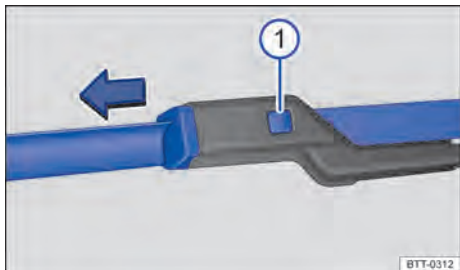

Fig. 109 Substituir as palhetas dos limpadores do para-brisa.
- Manter o botão de destravamento → Fig. 109 ⓘ pressionado e, ao mesmo tempo, retirar a palheta do limpador do para-brisa no sentido da seta.